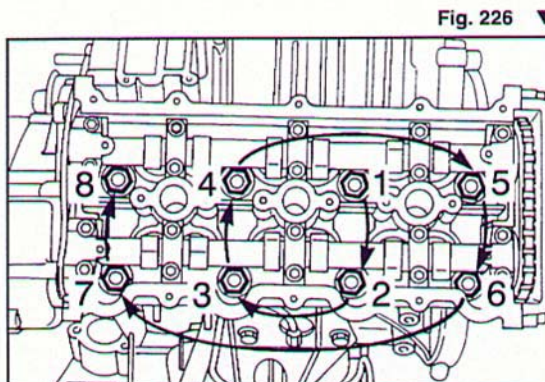

Fig. 226 ▼
- avvitare gli otto dadi di fissaggio delle teste cilindri ed eseguire tre serraggi successivi alle coppie di 5 - 7 - 9 kgm per il motore 2000 e 6 - 8 - 10 kgm per il motore 2800, seguendo l'ordine (da 1 a 8) indicato dalla freccia (Fig. 226).
- tighten the eight lock-nuts of the cylinder heads and lock three times in succession, to torques of 5 - 7 - 9 kgm for 2000 engines, and torques of 6 - 8 - 10 kgm for 2800 engines, in the order (from 1 to 8) indicated by the arrow (Fig. 226).